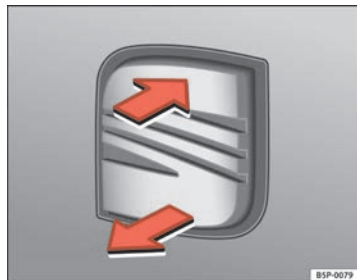

Fig. 74 Bagagliaio: apertura dall'esterno
- Tirare la maniglia e sollevare il cofano ⇒ fig. 74 contemporaneamente.